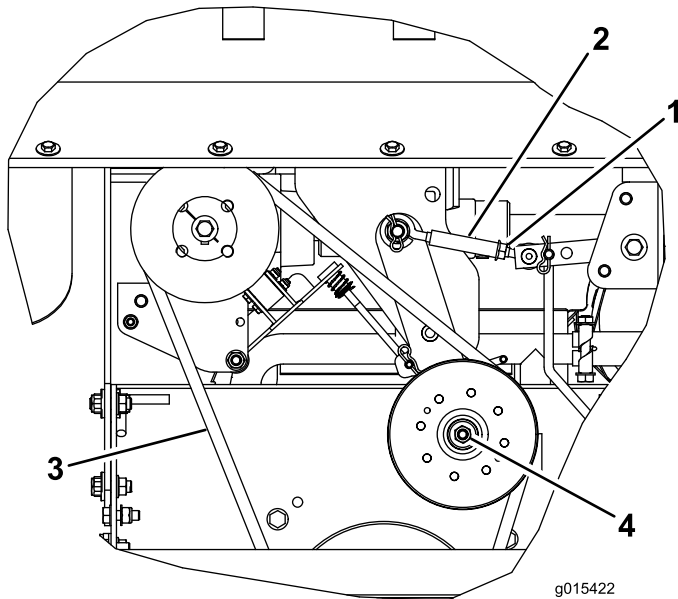

Figure 11
Examinez visuellement la courroie (Figure 11), à la recherche de traces d'encrassement, d'usure, de fissures ou de surchauffe. Remplacez la courroie si elle est excessivement usée ou semble endommagée.
Remarque: La Figure 11 montre la courroie vue de dessous, mais la courroie peut-être contrôlé, réglée ou remplacée en passant par le haut ou le bas après avoir déposé la protection correspondante.
Pour remplacer la courroie, procédez comme suit en vous reportant à la Figure 11 :
La tension de la courroie est correcte lorsqu'une flèche de 13 mm est obtenue quand on exerce une force de 4,5 kg au centre du brin le plus long (Figure 11).
- A. Desserrez le contre-écrou (Figure 11).